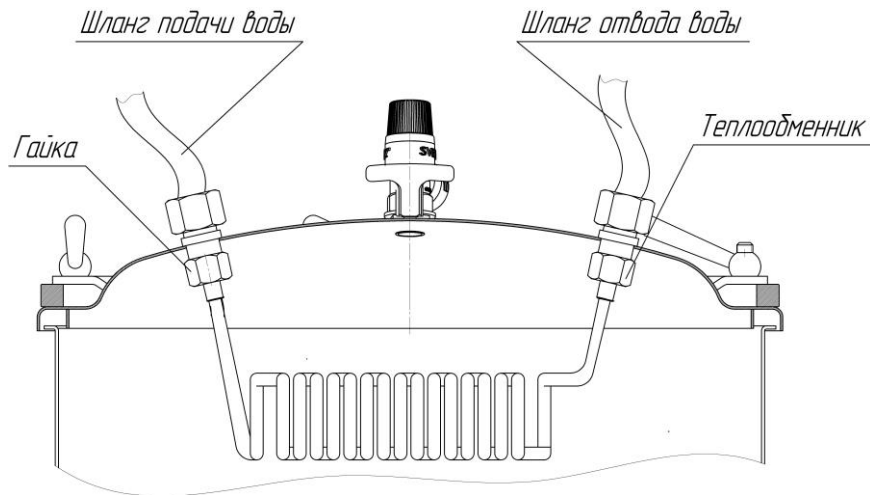

Рис. 3. Схема установки теплообменника.
1.1.3.2 Установка теплообменника (приобретается по особому заказу) рис.3